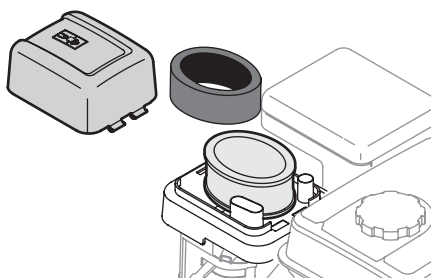

Figura 12
1. Oprima la lengüeta de la tapa del filtro de aire y levante la tapa (Figura 12).